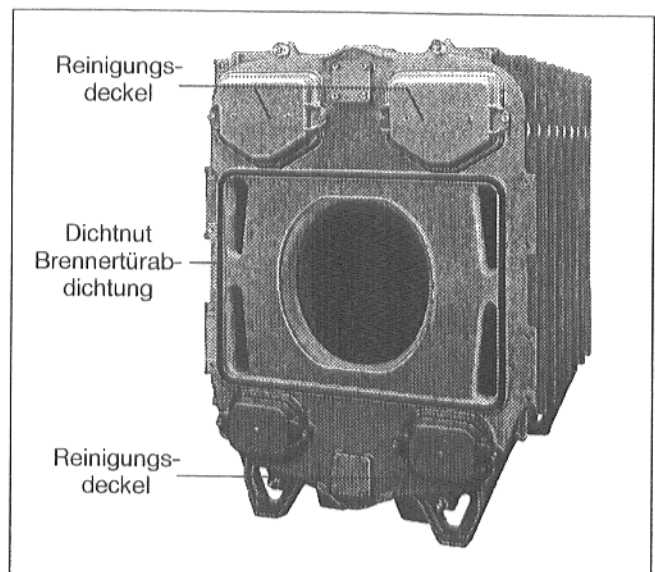

Abb. 26
- Reinigungsdeckel auf die Stiftschrauben aufsetzen und mit Muttern anschrauben (Abb. 26).
- Einige Tropfen Kleber (Mat.-Nr.: 422841) im Abstand von 15 bis 20 cm in die Dichtnuten um die Öffnungen von Brennraum und Heizgaszügen am Vorderglied einbringen (Abb. 26).
- GP-Dichtschnur in die Dichtnut am Vorderglied einlegen (Abb. 26).